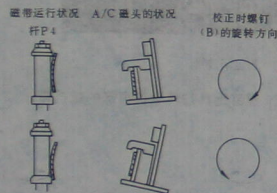
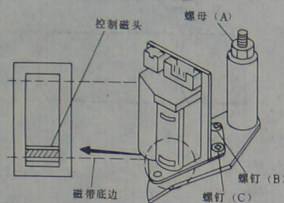
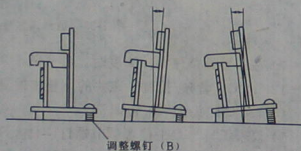

图 1-42 A/C 磁头倾斜度调整 (1)
图 1-41 A/C 磁头高度检测和调整
图 1-43 A/C 磁头倾斜度调整 (2)
1) 检测步骤 在磁带运行时, 注意观察磁带底边是否准确地沿着控制磁头底边滑动, 见图 1-41。
2) 调整步骤 参看图 1-41, 来回稍微拧动螺母 (A), 使磁头达到合适的高度; 顺时针方向拧动螺母时可降低磁头, 逆时针方向拧动螺母时则可升高磁头。
2) 预调步骤 拆卸下顶盖, 用磁带进行放象, 确认磁带在导杆 P4 的上、下限之间运行。如果磁带的上边缘或下边缘有卷起或起褶, 则应参看图 1-41、图 1-43, 旋转调整螺钉 (B) 以校正 A/C 磁头的倾斜度, 如图 1-42 和图 1-43 所示。
① 拆卸下顶盖和底板, 将示波器连接到视频部分的测试点 TP3503。
② 用校准磁带 VFJ8125H3F 进行放象, 参看图 1-43 调节螺钉 (B), 使输出信号的幅度达到最大值, 如图 1-40 所示。